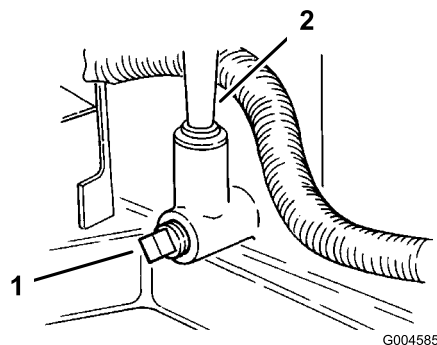

Figura 22
9. Coloque un recipiente debajo del orificio de llenado/varilla de aceite y retire el tapón de vaciado (Figura 22).